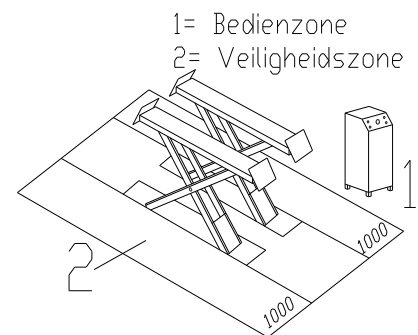

Fig.5
De veiligheidszone (Fig.5) wordt gedeeltelijk bepaald door de afmetingen van het te heffen voertuig.
Tijdens hef- en daalbewegingen moet de bediener zich in de bedieningszone (1) bevinden, zoals aangegeven in Fig.5. De aanwezigheid van personen in de veiligheidszone (2) is ten strengste verboden. De aanwezigheid van personen onder het voertuig is alleen toegestaan als het voertuig geparkeerd is in de geheven stand.